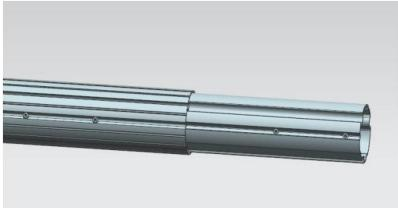
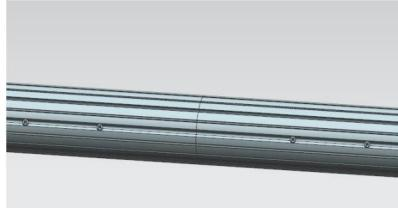

Figuur C8
Figuur C9
3.3 Haal de onderste beugels van de armen, plaats ze in de onderste installatiepositie met aluminium platen, bevestig ze met schroef C en schroef D (Figuur C8), monteren vervolgens de arm aan de beugel, bevestig de bovenste beugels ook met schroef C en schroef D. Zorg ervoor dat de twee armen op dezelfde hoogte zijn. (Figuur C9)